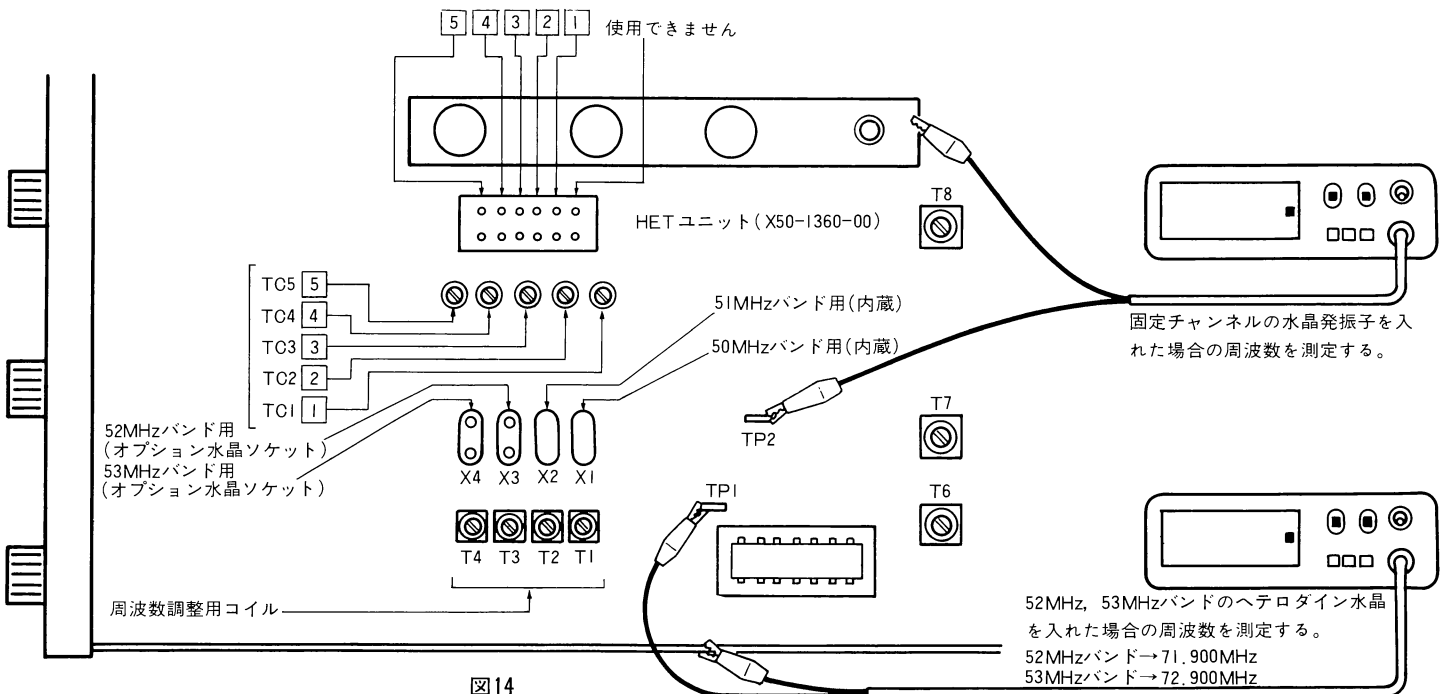

図14
- ① HET(X50-1360-00)ユニットのTP1(場所は図14を参照)に周波数カウンター(100MHzまで測定できるもの)を接続します。
- ② 各水晶発振子をソケットに入れ、対応する周波数調整用のコイル(T3およびT4)を調整し、下記の周波数になるように調整します。
- ① HET(X50-1360-00)ユニットのTP2(場所は図14参照)に周波数カウンター(10MHzまで測定できるもの)を接続します。
- ② 各水晶発振子ソケットに対応するトリマ(TC₁~TC₅)を調整して希望の周波数になるよう調整します。